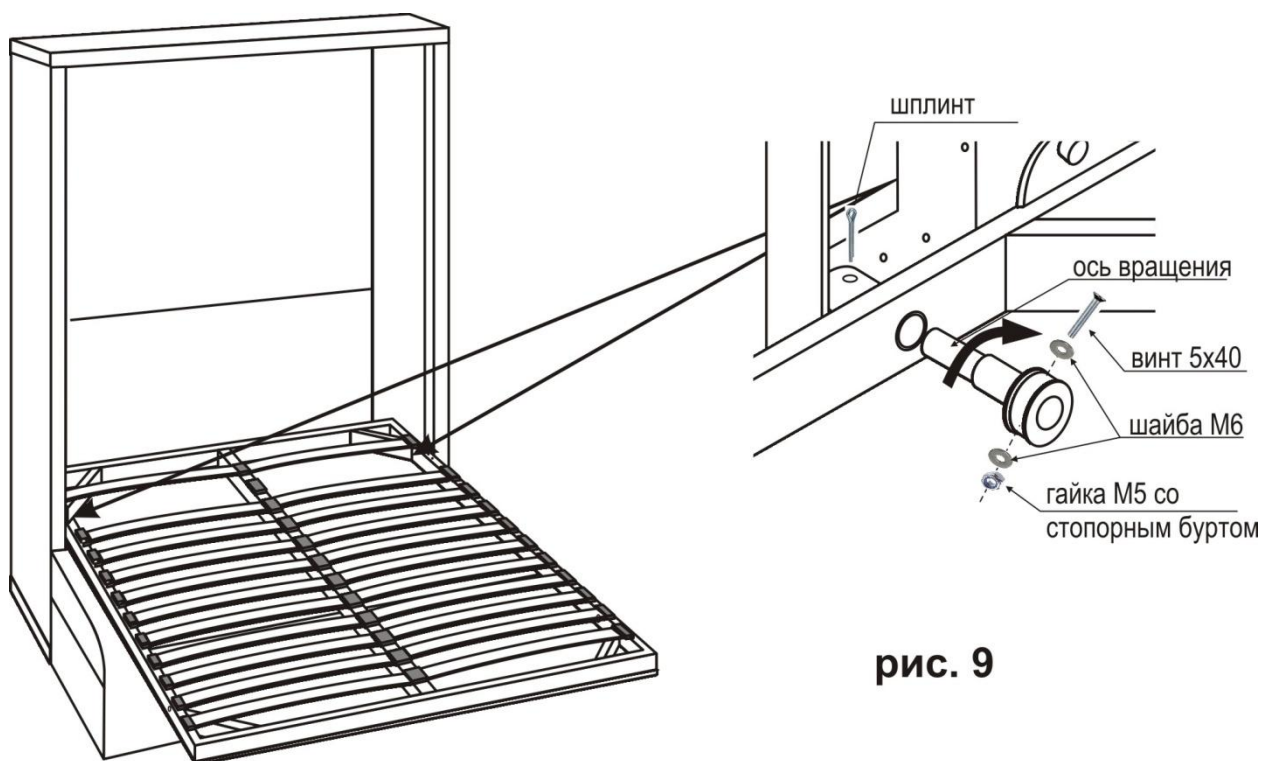

рис. 9
10. Вставить втулку в отверстия с наружной стороны основания кровати. С внутренней стороны основания вставить ось вращения так, чтобы отверстия на втулке механизма вращения и на оси вращения совпали, как показано на рисунке (рис.9). Зашплинтовать ролик с осью вращения винтом М5х40 с двух сторон шайбы М6, накрутить гайку М5 со стопорным буртом.